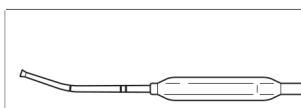

Figura 7. Flexión esfenoidal
- **Senos esfenoidales:** Para tratar los orificios del seno esfenoidal, se recomienda utilizar una flexión ligera (figura 7).